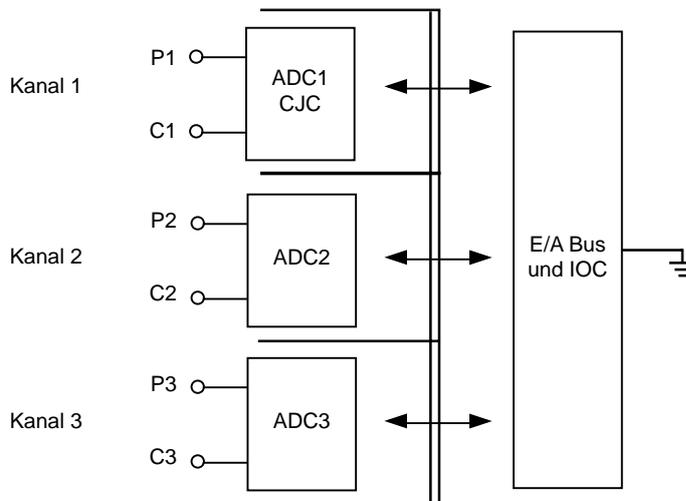

Abbildung AI3-2 Isolationsdiagramm
- Bei HART Regelkreisen, die den Hauptwiderstand des AI3 verwenden, muss dieser Widerstand mit einem externen seriellen Widerstand gedämpft werden. Verwenden Sie dazu einen 150 Ω Widerstand in Reihe mit der C_n Verbindung. Unterbrechen Sie dazu die Leiterzugverbindung wie in Abbildung AI3-2 dargestellt. Schließen Sie den Widerstand an die freien Klemmen an. Diese Dämpfung hat keinen Einfluss auf die Spezifikation des Moduls, außer dass die Eingangsüberspannung die Übersteuerungsreserve für die externen Geräte reduziert (wie alle HART kompatiblen Regelkreise).